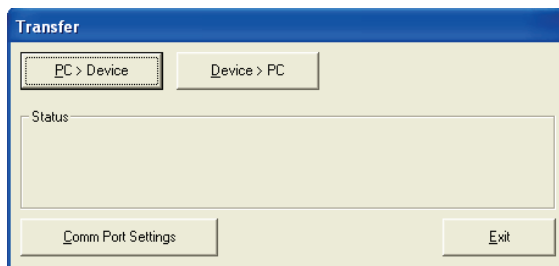

Fig. 8
- Selecione o comando de menu Transfer > Program. A janela de transferência é exibida abaixo como mostrada na janela Transfer (Fig. 8).